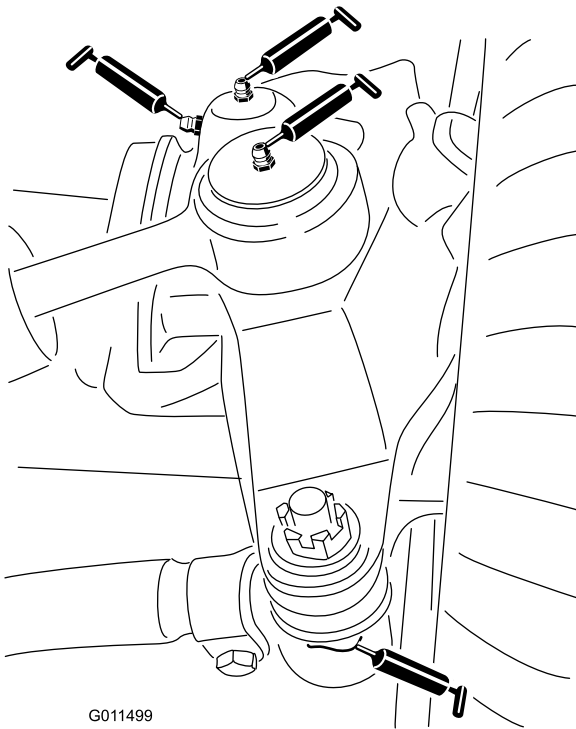

Bild 76
- Zwei Lenkzylinder-Kugelgelenke (**Bild 76**)
- Zwei Spurstangen-Kugelgelenke (**Bild 76**)
- 2 Achsschenkelbüchsen (**Bild 76**).